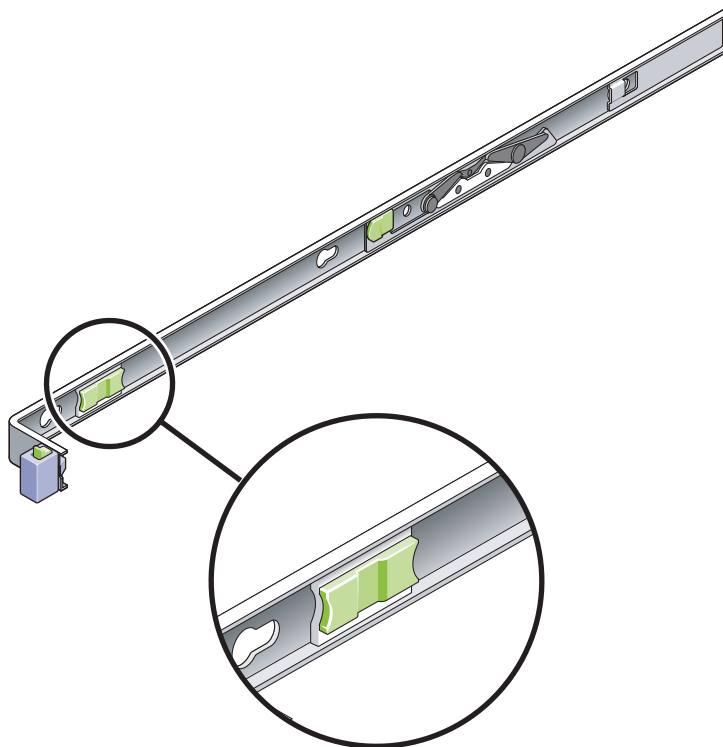

图 2-14 滑轨释放按钮
6. 同时解开两个滑轨释放按钮的锁定（图 2-14），将服务器完全推入机架内。